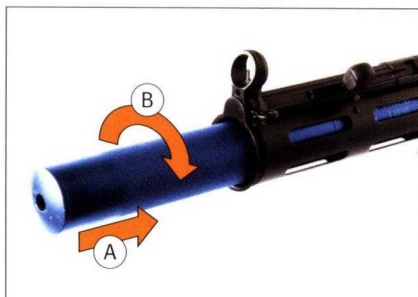

Abb. 67: Schalldämpfer einsetzen
- Schalldämpfer auf das Rohr setzen und von Hand festziehen (Abb. 67).